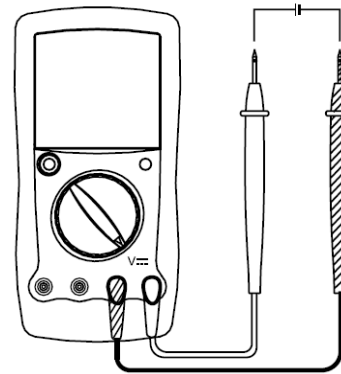

Рис. 3
A. Измерение постоянного напряжения (См. рис. 3)